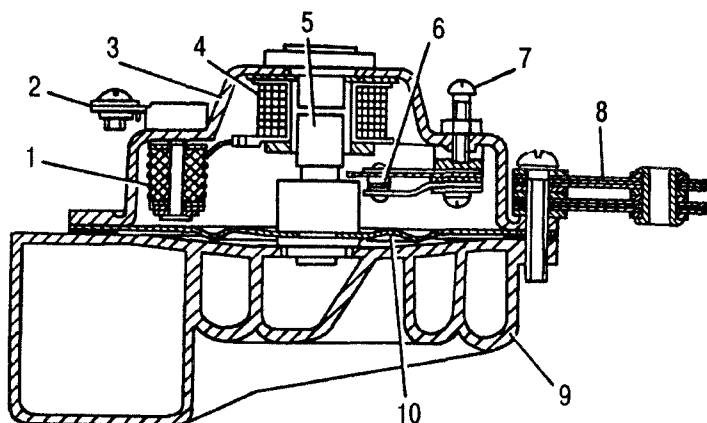
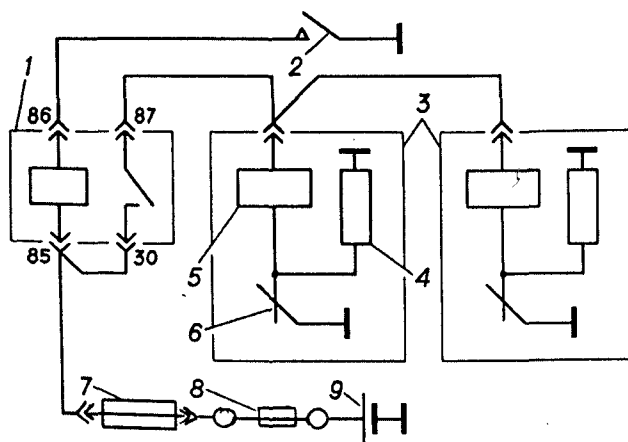

Рис. 103. Звуковой сигнал:
Рис. 104. Электрическая схема звуковых сигналов:
Устройство сигналов показано на рис. 103, а схема на рис. 104. Сигналы снабжены литыми резонаторами в виде улиток 9 (см. рис. 103) и смонтированы на кронштейнах с рессорной подвеской. Внутри сигнала
- включить регулируемый сигнал и прослушать его работу. Если звук сигнала слабый, произвести регулировку. Для регулировки необходимо отвернуть гайку винта 7 и поворотом винта 7 (см. рис. 103) отрегулировать звучание. Окончив регулировку, надежно затянуть гайку,